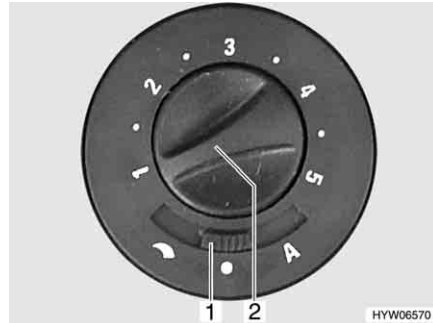

Fig. 139 Interruttore di comando per la ventola di ricircolo dell'aria
- Posizionare l'interruttore a scorrimento (Fig. 139,1) su "↶" (regolazione manuale) o "A" (funzionamento automatico).
- Impostare con la manopola (Fig. 139,2) la prestazione desiderata della ventola di ricircolo dell'aria (regolazione manuale) oppure limitarla (funzionamento automatico).
- Posizionare l'interruttore a scorrimento (Fig. 139,1) su "●" (spento).